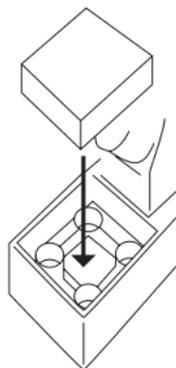

Fig. 8
• Coloque en su sitio la esponja de limpieza (Fig. 8)